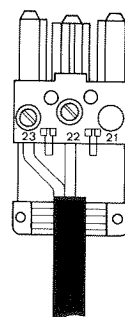

Abb. 3.5
1. Anschlußleitung vom Außentemperatursensor (2-adrig) in Gegenstecker **1** entsprechend Abb. 3.5 anschließen. Die Adern sind vertauschbar.